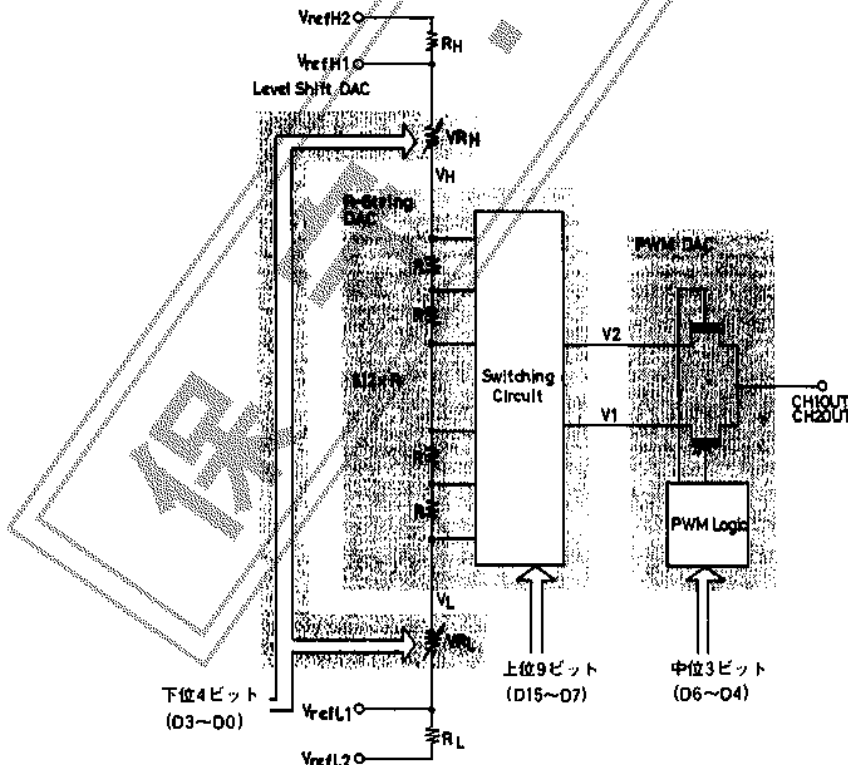

図1 LC7881のD/A変換方式
## (2) 変換動作 (図1参照)
(3)Vref端子 (図1参照)
LC7881に内蔵されている抵抗RH, RL(図1参照)の効果で最大出力振幅は、およそ $2V_{p-p}$ に絞られる。